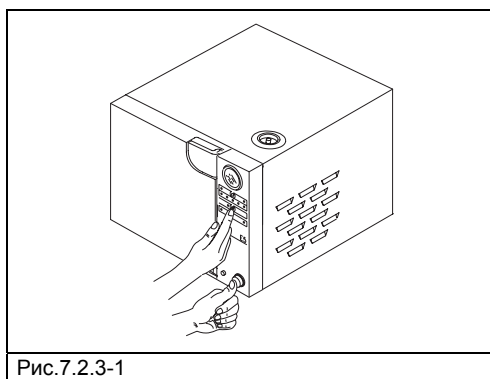

Рис.7.2.3-1
- включите аппарат, нажав кнопки START/STOP и POWER вместе (Рис. 7.2.3-1).